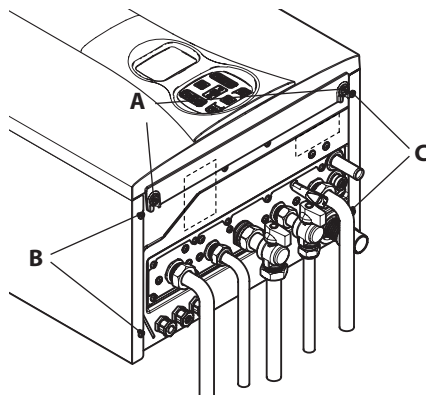
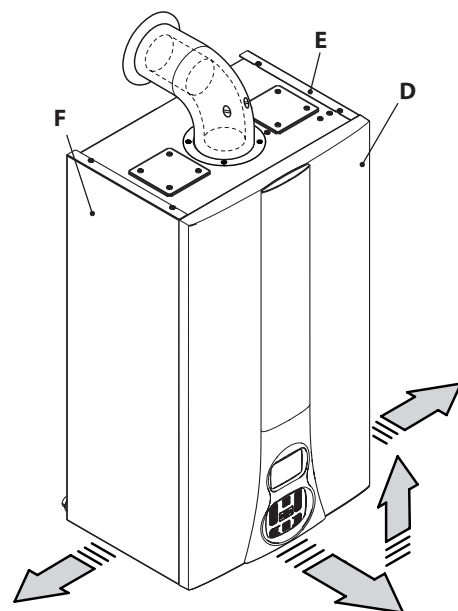

Figura 9.6
Figura 9.7
nel frontal D tirando de él hacia usted y luego levantándolo para liberarlo de los alojamientos superiores (Figura 9.6 y Figura 9.7).
- Afloje los tornillos B y C de la Figura 9.6 y desmonte los dos paneles laterales E y F tirando de ellos hacia afuera.
Sujete el panel frontal **D** con los tornillos **A** previstos (Figura 9.6).